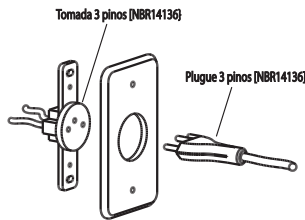

Fig. 28
- Ligar o produto em uma tomada ou conector em perfeito estado [Fig.28].